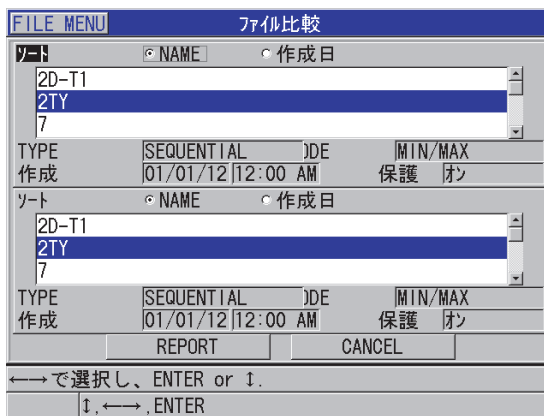

図 11-33 ファイル比較レポート画面
6. ファイル比較画面で、次の操作を行います（217 ページの図 11-33 参照）。